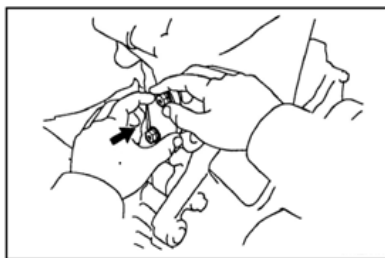

Рисунок II-30
3. Отвернуть 2 гайки и снять натяжитель цепи. (см. *Рисунок II-30*)